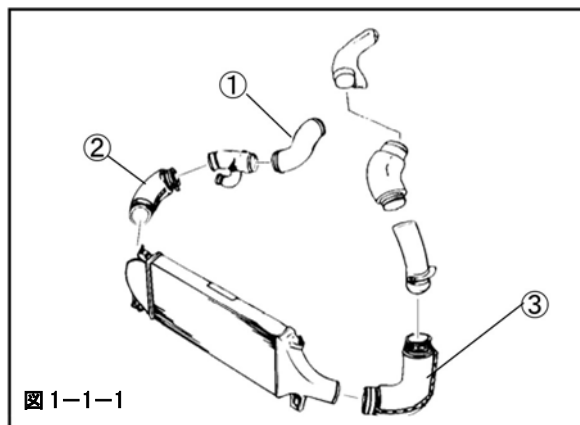
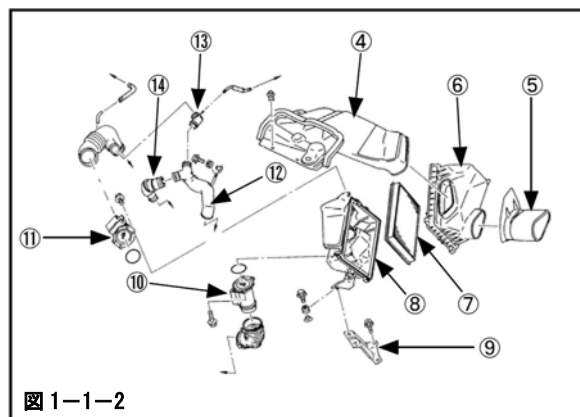
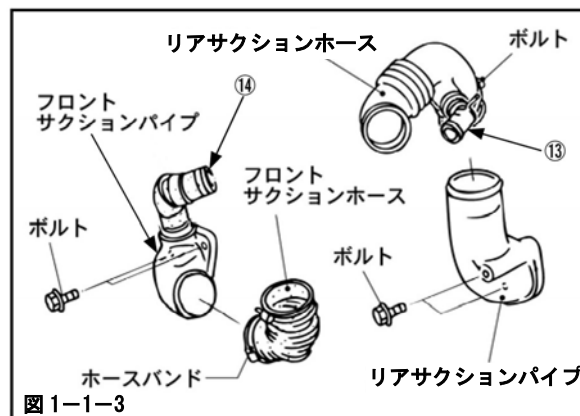

図 1-1-1
図 1-1-2
図 1-1-3
- (2) アンダカバーを取外してください。
- (3) フェンダプロテクタを取外してください。
- (4) ①～③を取外してください。(図 1-1-1)
- (5) ストラットタワーバーを取外してください。
- (6) ④～⑭を取外してください。(図 1-1-2, 図 1-1-3)
- ④ : エアダクト (外気導入側)
- ⑤ : エアダクト
- ⑥ : エアクリーナケース (アツパ)
- ⑦ : エアクリーナエレメント
- ⑧ : エアクリーナケース (ロア)
- ⑨ : ブラケット
- ⑩ : エアフロメータ
- ⑪ : エアフロメータ
- ⑫ : エアチューブ
- ⑬ : エアチューブ
ョンホースを取外してください。(図 1-1-3)
外してください。(図 1-1-3)